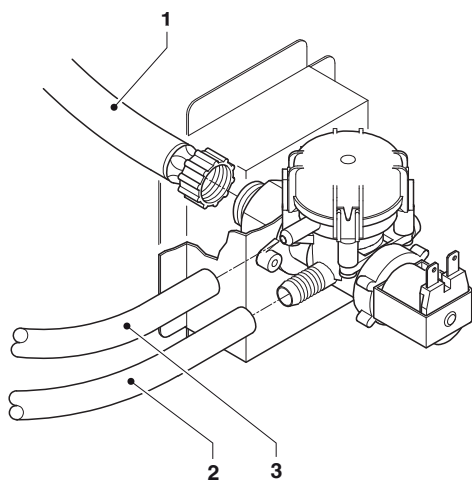

Fig. 18
Utilizando un tubo de diámetro interno mínimo de 6 mm (disponible también como kit) apto para soportar la presión de red y de tipo adecuado para alimentos, conecte la red de agua con el racor G $\frac{3}{4}$ " de la electroválvula de entrada de agua (véase la fig. 18).
La electroválvula de entrada de agua (véase la fig. 18) incluye un dispositivo antiinundación que permite bloquear mecánicamente la entrada de agua tras un fallo de funcionamiento de la electroválvula o del mecanismo de control del nivel de agua en la caldera.
- afloje el racor que fija el tubo de alimentación de la electroválvula para descargar la presión de red residual y vuelva a apretarlo (véase la fig. 18);